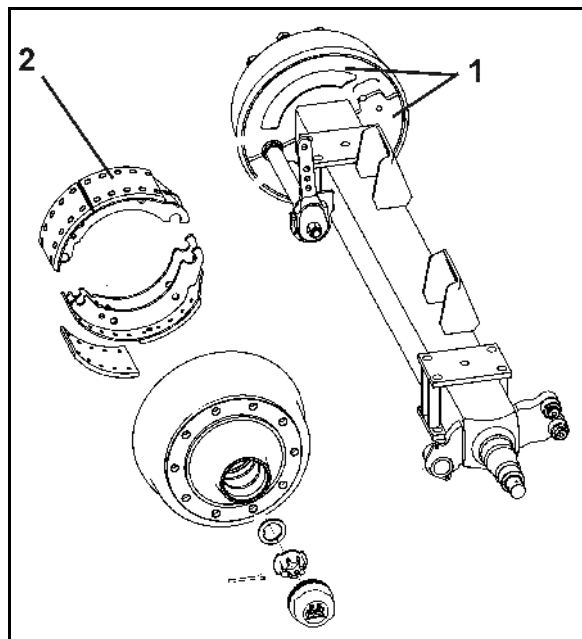

Рис. 36
1. Выверните болты и снимите оба защитных кожуха (Рис. 36/1) с внутренней стороны тормозного барабана.
Грязь может скапливаться на тормозных накладках (Рис. 36/2) и значительно снижать эффективность торможения.